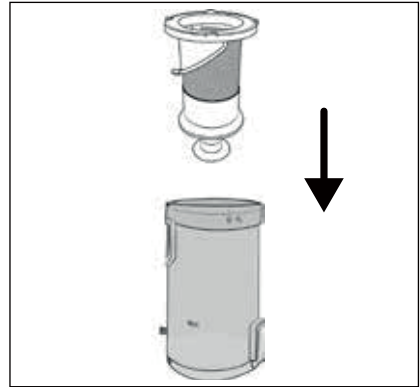

Fig. 21
- 6) Insérez le filtre en acier inoxydable ⑥ dans le bac à poussière ⑦ et poussez-le jusqu'en bas (voir fig. 21). Notez que le filtre en acier inoxydable ⑥ est doté de dispositifs d'arrêt de différentes tailles. Le filtre en acier inoxydable ⑥ ne s'insère dans le bac à poussière ⑦ que dans une seule position d'arrêt.